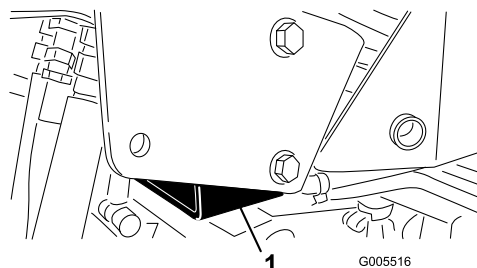

Bild 30
- Rechte Seite: Unter dem Steckpolster und neben der Stützhalterung des Überrollschatzes (Bild 30)